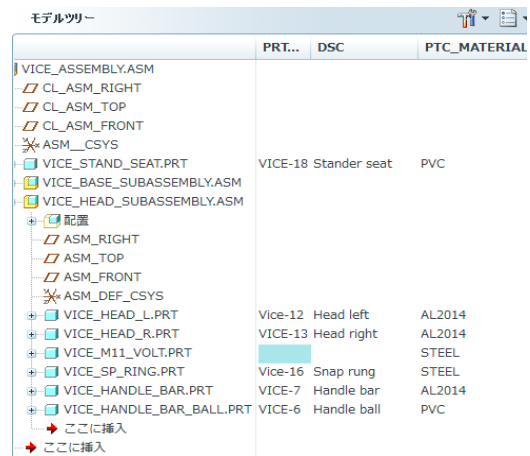
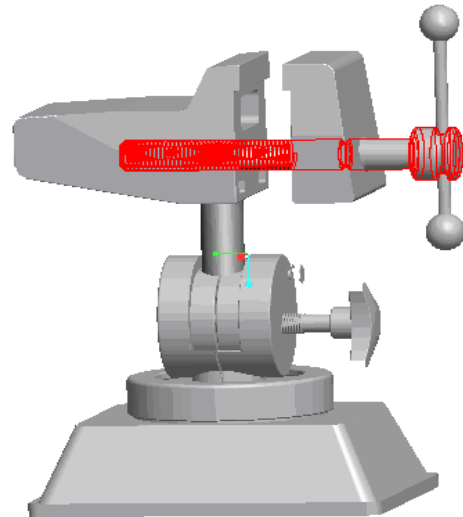
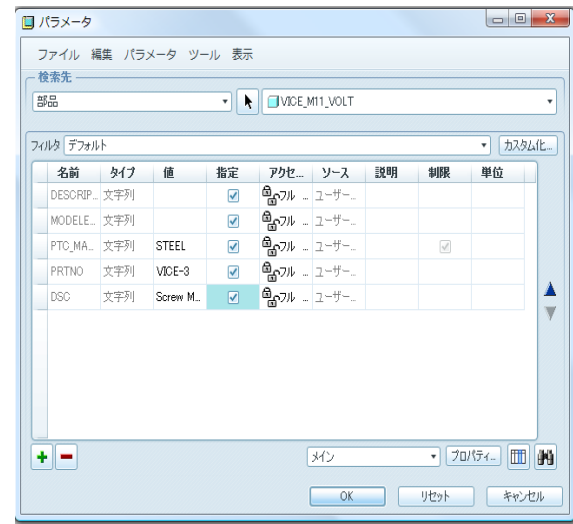
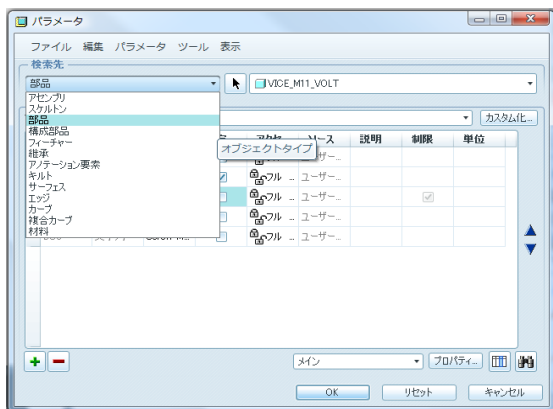

図 12-77 モデルツリー表示
図 12-80 構成部品確認
図 12-81 パラメータを指定する
図 12-79 構成部品設定
3) モデルツリーにバイス ヘット サブアセンブリ構成部品「M11 連結ネジ」の PRTNO の空欄をクリックする（図 12-77）に示す。そうするとパラメータプロパティ ダイアログボックスが現れて、名前：PRTNO、タイプ：文字列、値：Vice-3 を入力する、OK する（図 12-78_左）に示す。同じ構成部品の DSC 空欄をクリックするとパラメータプロパティ ダイアログボックスが現れて、名前：DSC、タイプ：文字列、値：Screw M11、OK する（図 12-78_右）に示す。記入後のモデルツリーのパラメータ表示（図 12-79）に示す。
4) モデルツリーより構成部品のパラメータを編集したが、個々の構成部品ファイルに確定をする。ツールのパラメータをクリックし、パラメータ ダイアログボックスが現れて、検索先を「部品」を選ぶ (図 12-79) に示す。部品をクリックすると選択ボックスが現れる。編集したパラメータの構成部品を確認する。アセンブリモデルツリーより選定をするとバイスアセンブリ部品に確認する構成部品がハイライトになる (図 12-80) に示す。構成部品のパラメータダイアログボックスに新しい編集をしたパラメータの確定をするためにボックス内「指定」のすべての項目「チェック」を ON する (図 12-81) に示す。パラメータ編集完了。